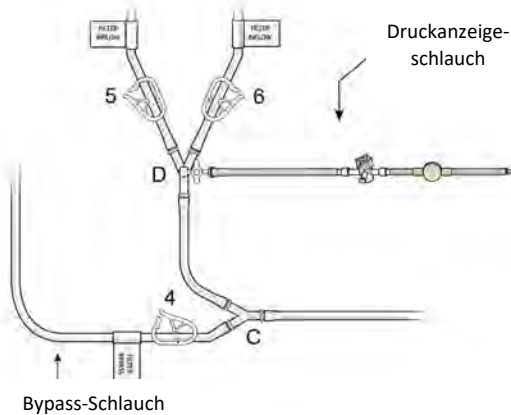

Abbildung 21
- (b) Bringen Sie den Druckzeigeschlauch vor den Filtern (zum Messen von Überdruck – vor den Filtern) an Absperrhahn „D“ an, und füllen Sie ihn vor, siehe Abbildung 21.